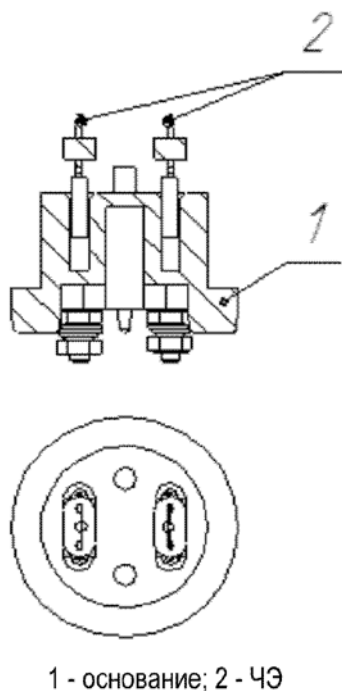

Рисунок 9 - Термохимический датчик АПИ5.132.039
1) Для ГСМ-05 с комплектом БДВ: извлечь головку измерительную ГИ 3 из корпуса БДВ (приложение Д); для ГСМ-05 с комплектом АПИ5.132.039: демонтировать основание (1) (рисунок 9), извлечь ТХД, демонтировать из ТХД ЧЭ (2);